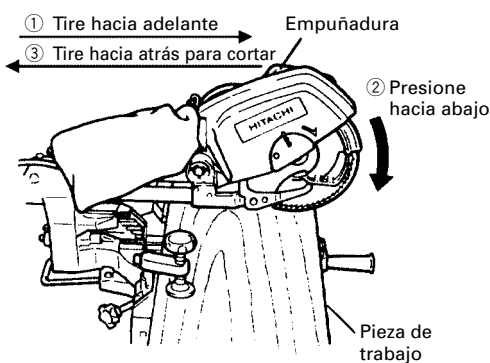

Fig. 22
Después presione hacia abajo la empuñadura y deslice la hoja de sierra hacia atrás para cortar la pieza de trabajo como se indica en la Fig. 22. Esto facilitará el corte de piezas de trabajo de hasta 65 mm (2-9/16") de altura y 305 mm (12") de anchura.
(2) Piezas de trabajo de hasta 75 mm (2-15/16") de altura y 280 mm (11") de anchura: Las piezas de trabajo de hasta 75 mm (2-15/16") de altura y 280 mm (11") de anchura podrán cortarse de la misma forma que la descrita en el párrafo 6-(1) anterior.
- * Para el corte deslizable, siga los procedimientos indicados en la Fig. 22 anterior. El corte deslizable hacia adelante (hacia el operador) es muy peligroso porque la hoja de sierra puede salir despedida de la pieza de trabajo. Por lo tanto, deslice siempre la empuñadura alejándola de usted mismo.